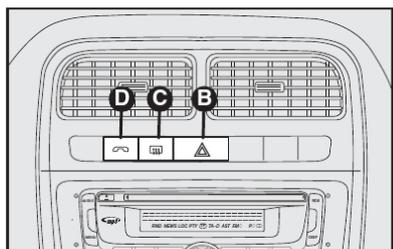

fig. 66
**B - Luzes de emergência** - Botão com indicação de função para ligar e desligar as luzes de emergência. Acendem-se apertando levemente o botão B-fig. 66, independente da posição da chave de ignição. Com o dispositivo ligado, o símbolo sobre o interruptor B e o indicador  $\leftarrow \rightarrow$ , no quadro de instrumentos iluminam-se de modo intermitente.
**C - Desembaçador do vidro traseiro** fig. 66 - Botão com indicação de função ativada para ligar/desligar o desembaçador do vidro traseiro.
**D - Sistema Viva-voz, Bluetooth® (quando disponível)** - fig. 66.
- O botão D-fig. 66 substitui o botão de controle remoto CU-7 do suplemento citado.